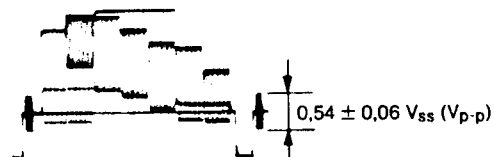

Fig. 5.12 Wiedergabe-Burst-Pegel
3. Mit R 436 (PB COLOR LEVEL) Burstamplitude auf $0,54 V_{SS} \pm 0,06 V_{SS}$ ohne Belastung einstellen (Fig. 5.12).